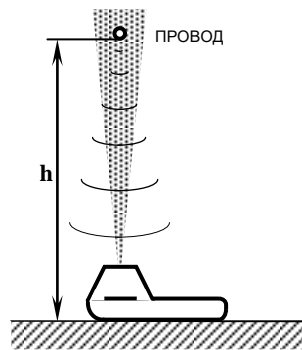

Рис. 2
4.3. Нажать и отпустить кнопку «Режим» - на дисплее высветится (  $---$  ), что означает готовность прибора к измерению расстояния до нижнего провода. Установить прибор на землю (рис.2) под контролируемым проводом так, чтобы посторонние предметы (здания, деревья) и сам измеряющий не попали в сектор излучения. Нажать и удерживать в нажатом состоянии не менее 5 секунд кнопку «Измерение» пока на дисплее не появится **устойчивое** значение расстояния до провода, в метрах, например, (  $4.07$  ). Если прибор неточно расположен (провод не пойман ультразвуковым лучом), и на дисплее расстояние не индицируется, следует, слегка изменяя положение прибора, добиться **устойчивых** показаний и отпустить кнопку «Измерение».